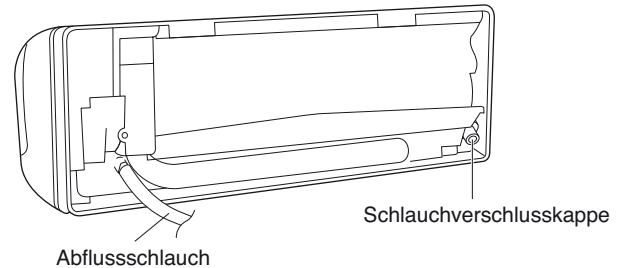

Abb. 39a
- (a) Den Abflussschlauch und die Schlauchverschlußkappe auffinden. (Abb. 39a)
- (b) Entfernen Sie die Befestigungsschrauben des Abflussschlauchs auf der rechten Seite, ziehen Sie den Schlauch heraus und entfernen Sie ihn (Abb. 39a).